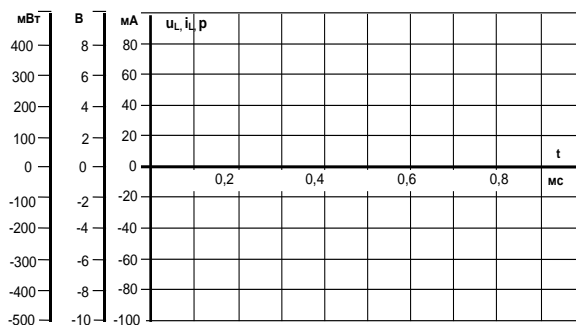

Рисунок 7.12. График по результатам измерений
- Перенесите данные табл. 7.4 на график (рис. 7.12).